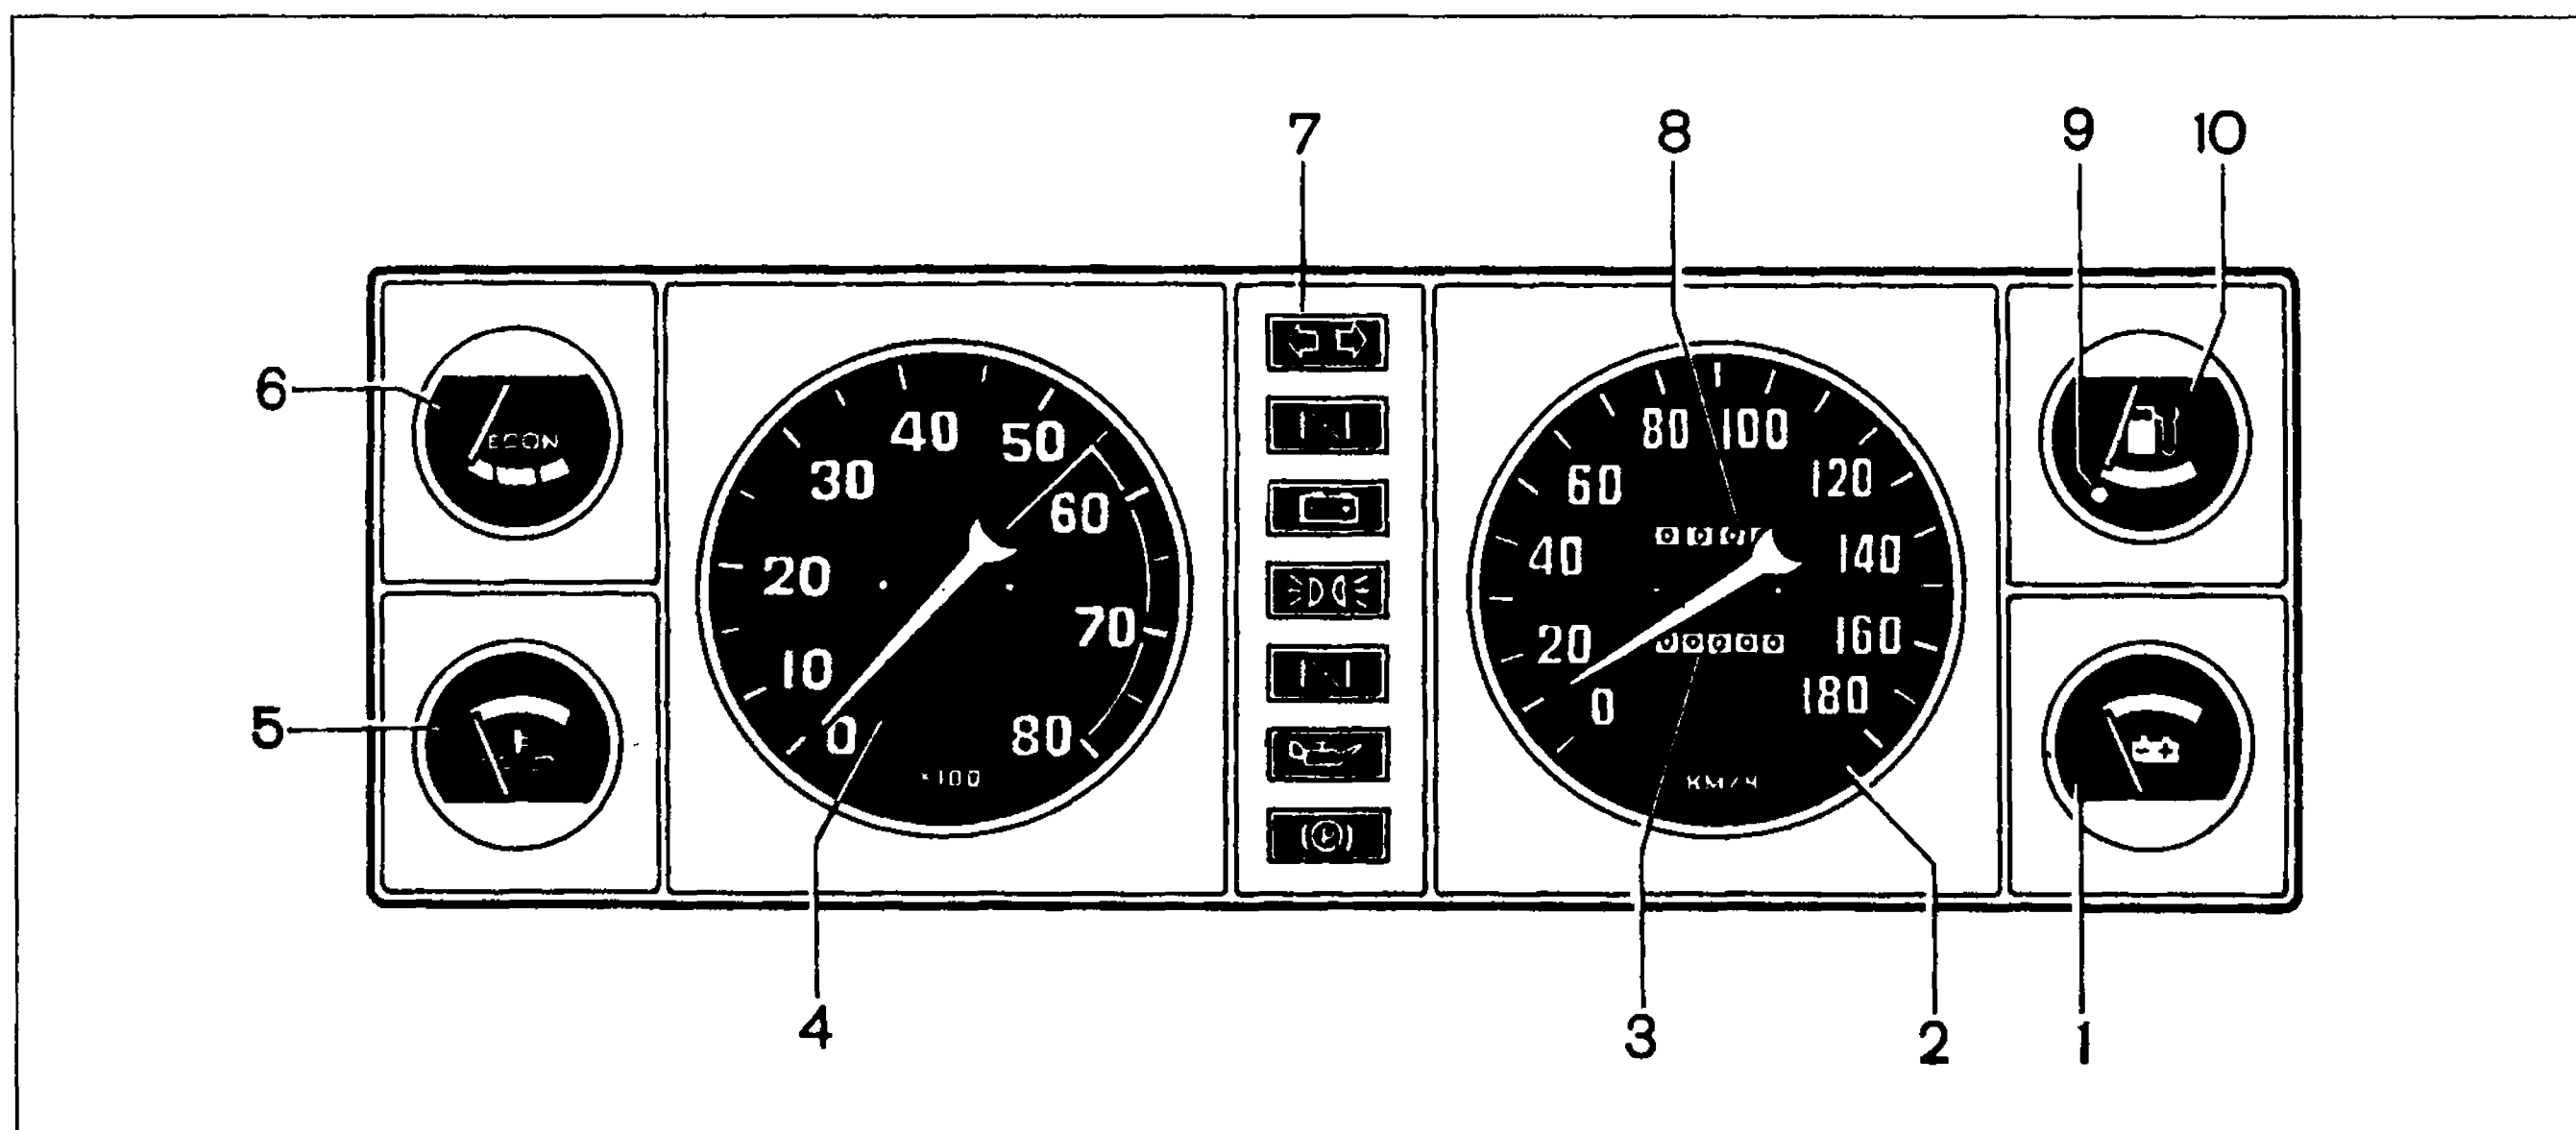

Рис. 1-3. Комбинация приборов
- Комбинация приборов показана на рис. 1-3.